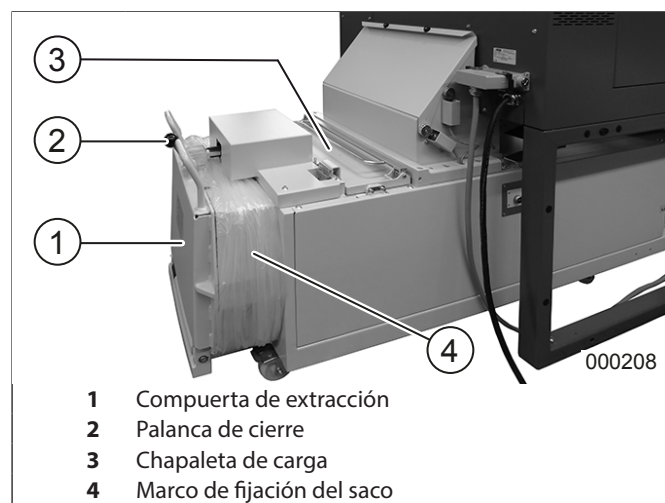

fig. 17 Abrir la compuerta de extracción
Pulsando este pulsador durante más de 2 segundos como mínimo, el punzón de prensado retrocede ligeramente y la palanca de cierre (fig. 17/2) se desplaza ligeramente hacia delante (descarga de la presión en la compuerta de extracción). La compuerta de extracción (fig. 17/1) puede ser abierta. Esta medida es necesaria cuando el compactador mantiene prensado un fardo a expulsar.
1. Abrir la chapaleta de carga (fig. 17/3).
6. Cerrar la chapaleta de carga (fig. 17/3).
Abrir la compuerta de extracción (fig. 17/1):
1. Pulsar el pulsador de "Abrir la compuerta de extracción" (fig. 12/2). Para la reducción de la presión en la compuerta de extracción, el punzón de prensado retrocede ligeramente y la palanca de cierre (fig. 17/2) se desplaza ligeramente hacia delante.
1. Cerrar la chapaleta de carga (fig. 17/3).
2. Abrir la compuerta de extracción (fig. 17/1).
4. Retirar el saco del marco de fijación del saco (fig. 17/4).
5. Cerrar la compuerta de extracción (fig. 17/1), y si se desea un empleo de la destructora de documentos, cerrar también la chapaleta de carga (fig. 17/3).